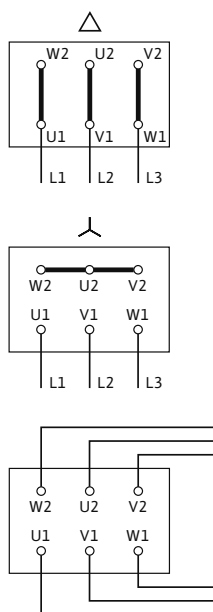

Fig. 17: Netaansluiting
Het aansluitschema voor de elektrische aansluiting bevindt zich in de klemmenkastafdekking (zie ook Fig. 17).
- De netaansluiting is afhankelijk van het motorvermogen P_2 , van de netspanning en het inschakeltype. De noodzakelijke schakeling van de verbindingsbruggen in de klemmenkast kan in de volgende lijst 'Tab. 4: Indeling van de aansluitklemmen' op pagina 103 evenals Fig. 17 worden gevonden.
| Direct | Δ -schakeling (Fig. 17 boven) | Y-schakeling (Fig. 17 midden) | Δ -schakeling (Fig. 17 boven) |
| Y- Δ -start | Verbindingsbruggen verwijderen (Fig. 17 onder) | Niet mogelijk | Verbindingsbruggen verwijderen (Fig. 17 onder) |